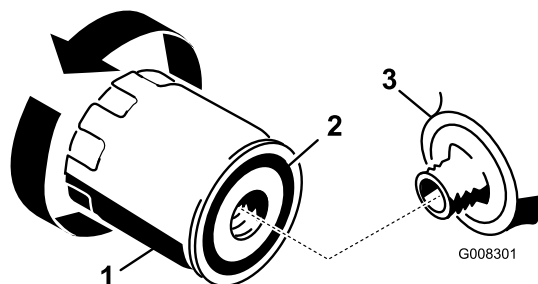

Figura 25
2. Togliete il filtro dell'olio usato e tergete la superficie della guarnizione dell'adattatore (Figura 25).
3. Spalmate un velo di olio nuovo sulla guarnizione di gomma del nuovo filtro dell'olio (Figura 25).
5. Serrate il filtro dell'olio di un altro mezzo o tre quarti di giro (Figura 25).